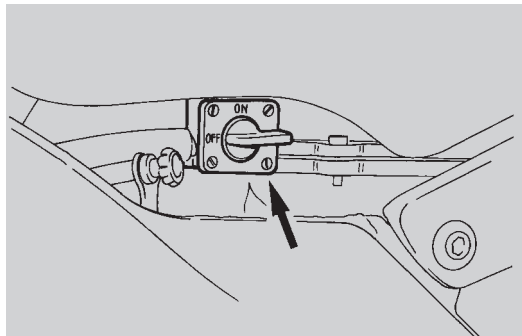

Fig. 22
- tourner le robinet du carburant (1) (Fig. 22) en position "ON";